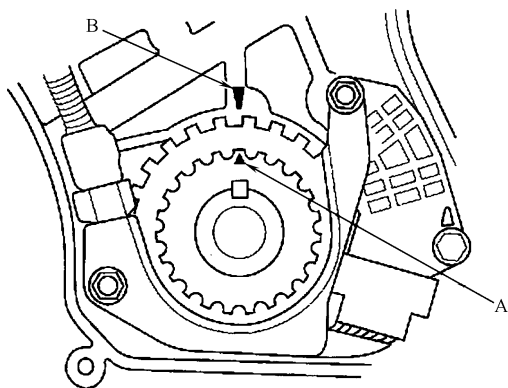

图 23-11 驱动轮标记 A 与指针 B 对齐
2) 按照图 23-11 所示, 转动正时带驱动轮, 使驱动轮上的标记 A 与机油盘上的指针 B 对齐。